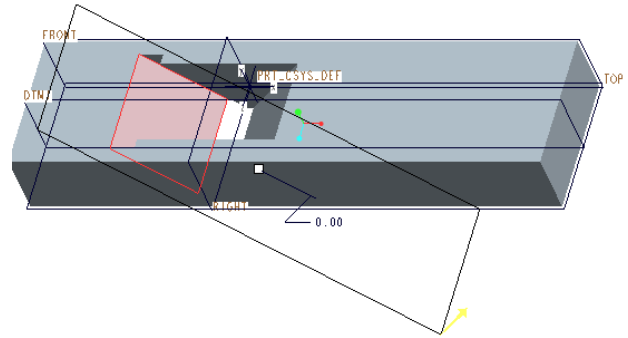

図 4-31 データム面 DTM2 の参照平面
- 右側ツールバーから「平面」ツールをクリックする。データム平面の参照ボックスが表示されるので、基準面の参照を「左側ホルダー斜面」に指定する（図 4-31）に示すように、クリックして赤いハイライト色に変わった斜面部分）。